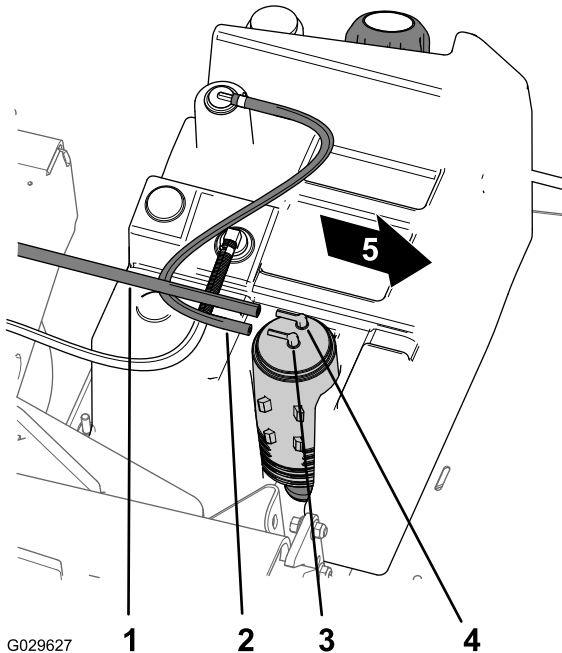

図 46
- カーボンキャニスタの Purge と書かれたフィッティングから、バキュームホースを外す 図 46。
- カーボンキャニスタの Fuel Tank 燃料タンクと書かれたフィッティングから、ホースを外す 図 46。
- カーボンキャニスタの Purgeと書かれたフィッティングにバキュームホースを取り付ける 図 46。